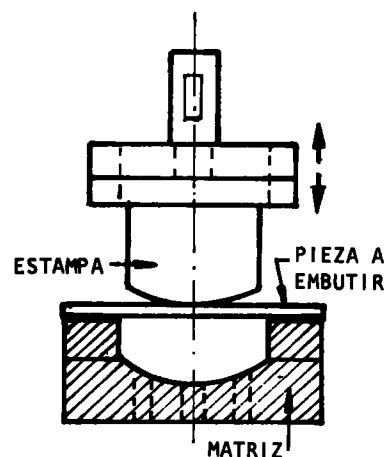

Fig. 2
- b Haga descender la estampa hasta que toque la superficie del disco a embutir (fig.2).